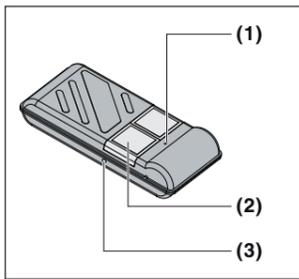
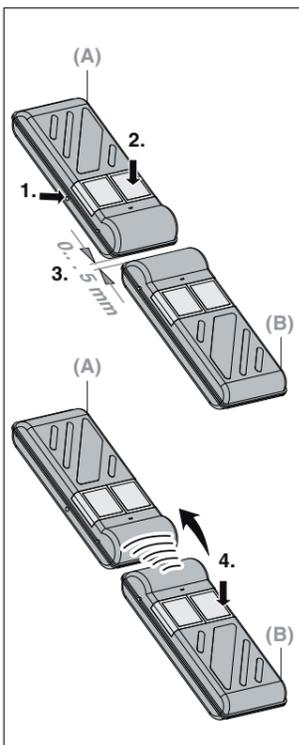

Fig. 1
Fig. 3
2 Gerätebeschreibung (Fig. 1)
4.2 Den Handsender verwenden (Fig. 1)
- ▶ Die Taste (2) am Handsender drücken. Die mit der Taste verbundene Funktion (z. B. Tor auf/zu) wird ausgeführt.
- Funktion 1:** Taste (1) drücken
- Funktion 2:** Taste (2) drücken
- Funktion 3:** Taste (1) und Taste (2) gemeinsam drücken
4.3 Eine Tastenfunktion kopieren (Fig. 3)